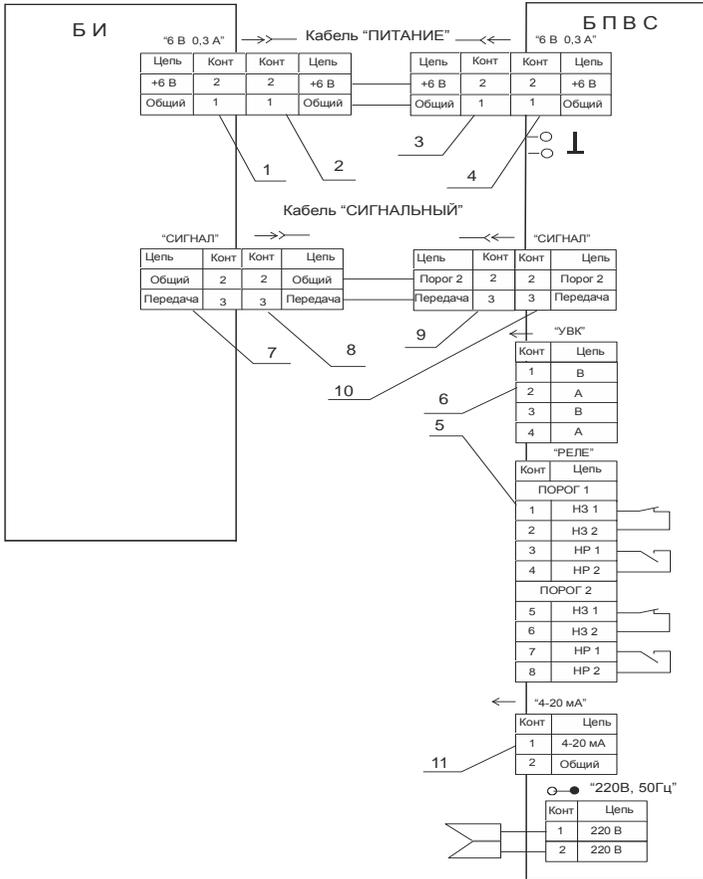

Рис. 5
2.1.2.7. Соедините БИ и БПВС, входящие в комплект поставки газоанализатора, в соответствии со схемой, представленной на рис. 5.
2.1.2.8. Внешние устройства подключаются к разъемам «РЕЛЕ», «4-20 мА» и «УВК» в соответствии со схемой, приведенной на рис. 5. Подключение к компьютеру через разъем УВК осуществляется через блок сопряжения с компьютером. Нагрузка, подключаемая к токовому выходу 4 – 20 мА не должна превышать 100 Ом.